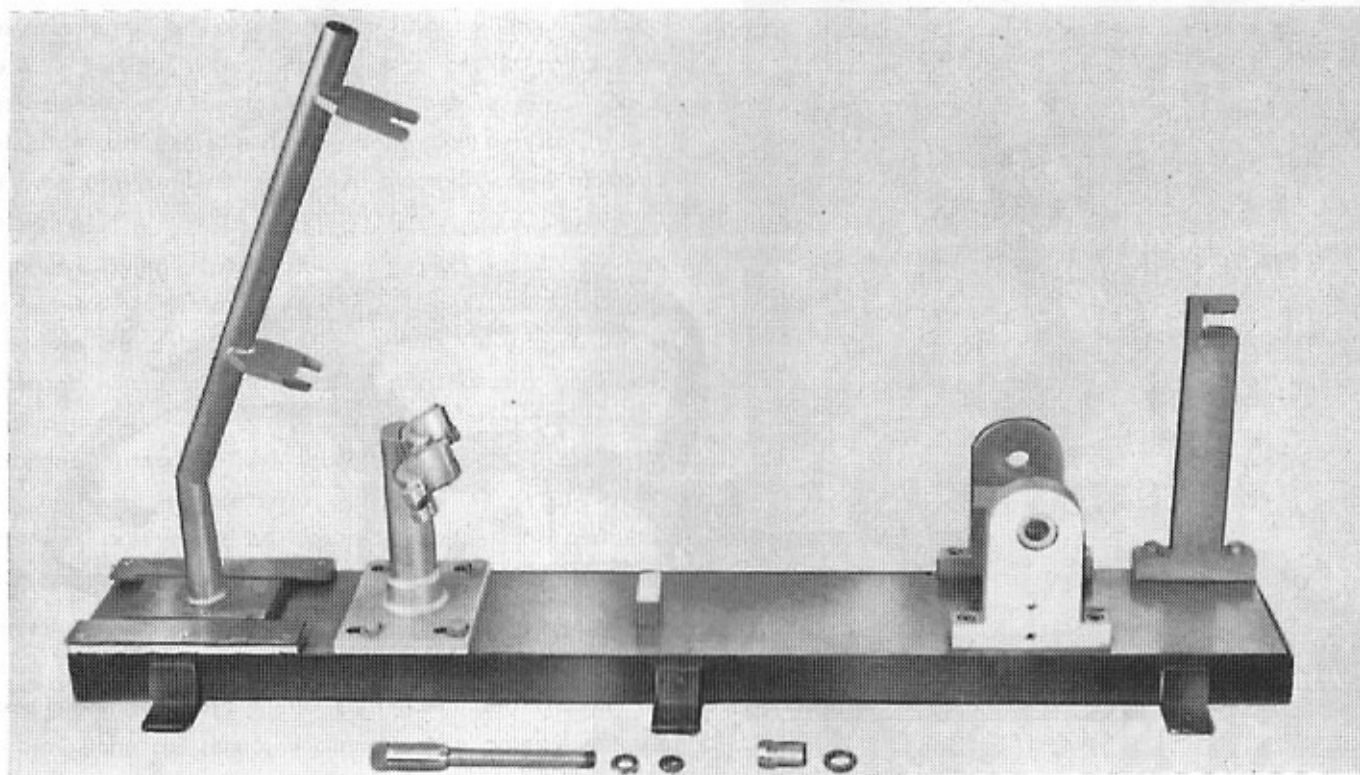

Fig. 63
b) **RADDRIZZATURA DELLA PARTE ANTERIORE DEL TELAIO**, attrezzo n. 58927, fig. 63.